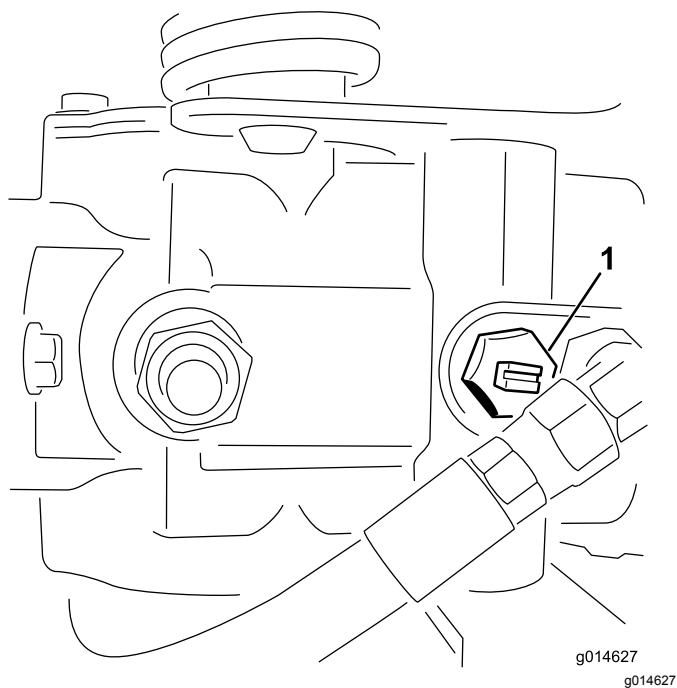

Figura 23
1. Localice la válvula de desvío en la bomba y gírela hasta que la ranura esté en posición vertical (Figura 23).
2. Antes de arrancar el motor, cierre la válvula de desvío girándola hasta que la ranura esté horizontal (Figura 23). No arranque el motor con la válvula abierta.